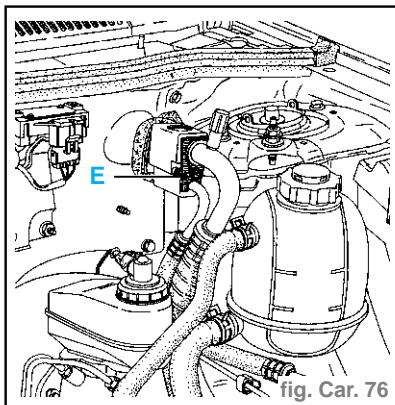

fig. Car. 76
- Débrancher les tubes de liaison de **R134a** au détendeur (vis E : 0,8 daN.m). (fig. Car. 76)